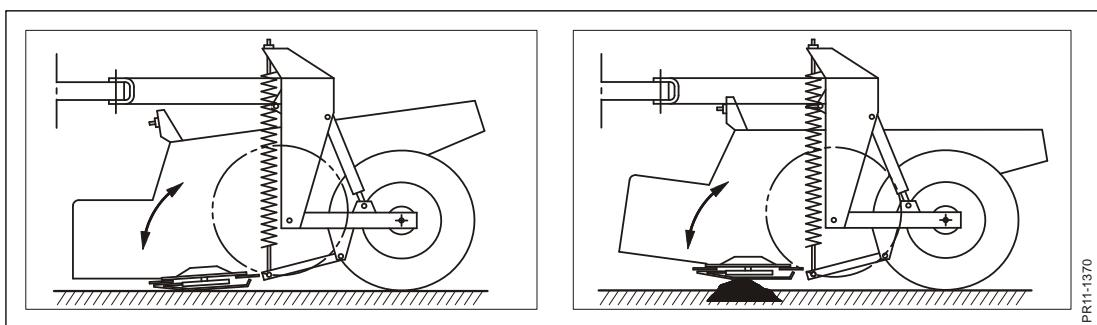

Fig. 3-1
**Fig. 3-1** Maskinens skæreenhed med knivbjælke er ophængt flydende i to kraftige fjedre for lodret bevægelse. Endvidere kan skæreenheden vippe bagover. Dette sikrer skivebjælken en let drejelig bevægelse ved påkørsel af sten og lignende.